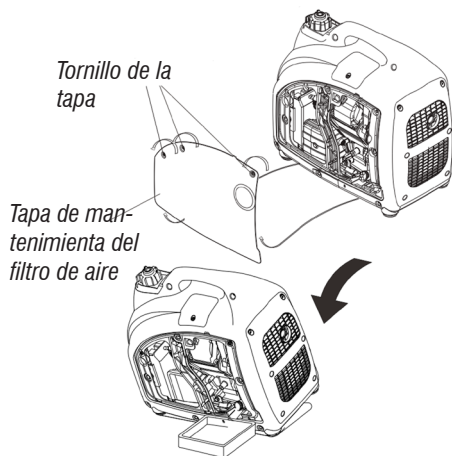

Fig. 17 – Cambiando aceite
3. Suelte los tornillos de la tapa de mantenimiento del filtro de aire (9) (fig. 1) y retire la tapa (fig. 17);